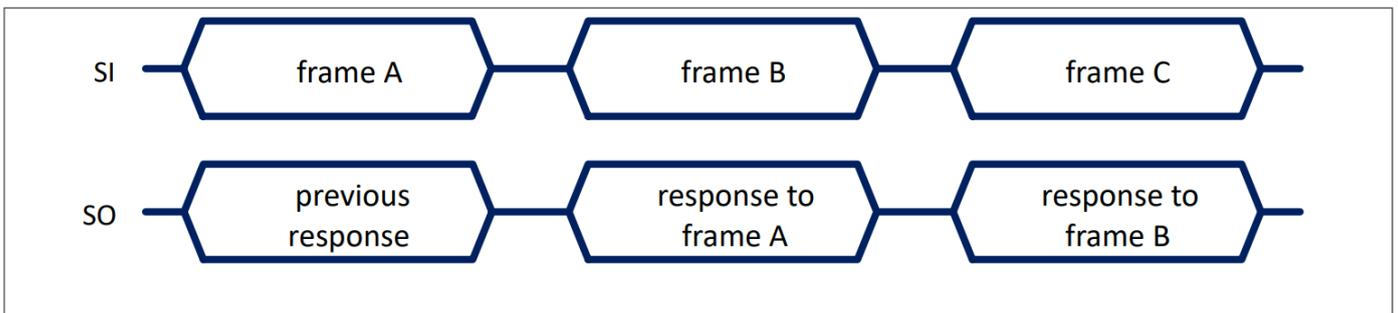

图 12 指令响应序列
SPI通信过程中MOSI与MISO内容关系如图 12。
- 对于读取命令：寻址寄存器中的数据。在这种情况下，应答将包含注册的地址和其中包含的数据。应答器位于下一帧，如图 12 所示。